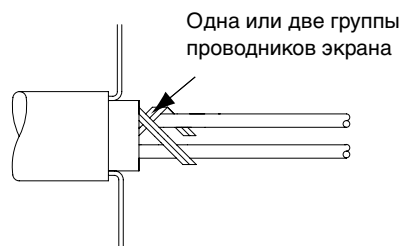

Рис. 2
- 2.3 Расплести одну или две группы проводников проволочного экрана и потом устранить избыточные проводники экрана (рис. 2).